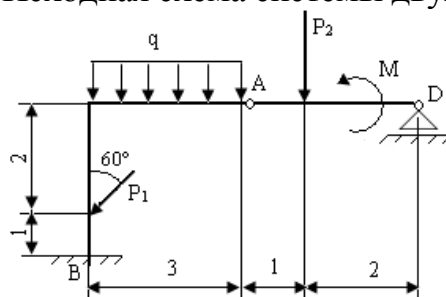

Рис.1.1. Системы двух тел
1. *Исходные данные.* Исходная схема системы двух тел показана на рис. 1.1.